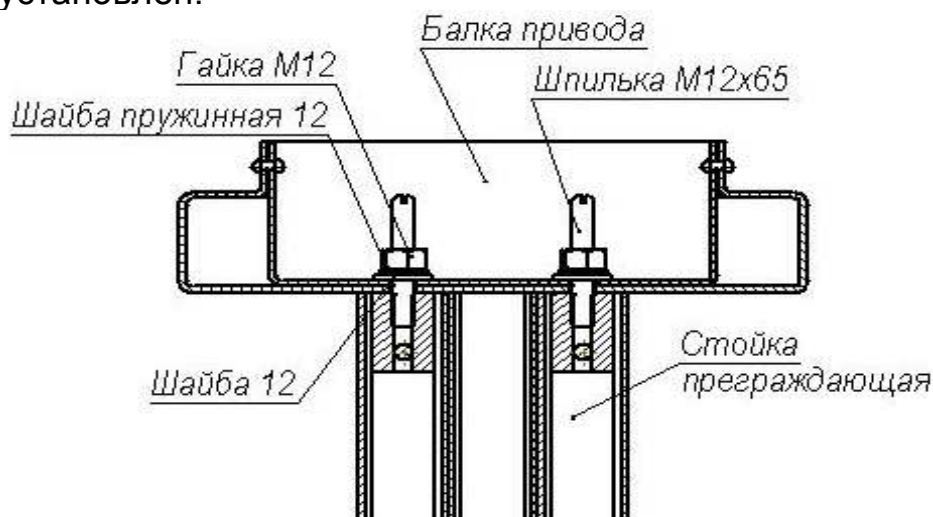

Рисунок 9 – Крепление балки привода (13) к стойке преграждающей (3)
- L** — зона выхода кабеля индикации (10) и кабеля считывателя (23)* из левой секции формователя прохода (6);
- R** — зона выхода кабеля индикации (11) и кабеля считывателя (24)* из правой секции формователя прохода (7);
- A** — зона входа кабелей (10), (11), (17), (18) и (21) в преграждающую стойку (3);
- — условное направление прокладки кабельных каналов** для кабелей индикации (10) и (11) и кабелей считывателей (23)* и (24)*
8.2.8 Вверните две шпильки *M12x65* в верхнюю часть преграждающей стойки (3) (см. рисунок 9).
8.2.13 Поверните балку (13) концом, на котором расположена DIN-рейка (рис. 3), к преграждающей стойке (3), а другим концом — к секциям (6) и (7) формирователя прохода. Используя две стремянки, поднимите балку на высоту преграждающей стойки и обоприте её сверху на преграждающую стойку. Открепите концы кабелей от верхней планки преграждающей стойки (п. 8.2.9), пропустите их в отверстие балки и закрепите с помощью липкой ленты внутри балки. Наденьте балку на две шпильки, расположенные на преграждающей стойке (п. 8.2.8), наденьте на каждую шпильку шайбу 12, затем шайбу пружинную 12 и зафиксируйте положение балки двумя гайками *M12* (см. рисунок 9), накрутив их до середины выступающей части шпилек.